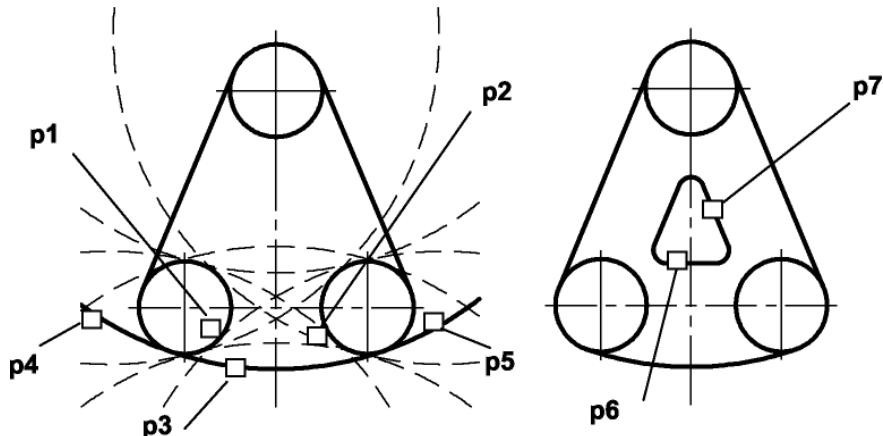

Рис. 2.2. - Построение окружности касательной к двум окружностям и двум прямым
2. Указать графическим курсором произвольную точку (точка **p1**) на первой заданной окружности, с которой должна касаться искомая окружность (рис. 2.2а);
3. Указать графическим курсором произвольную точку (точка **p2**) на второй заданной окружности, с которой должна касаться та же искомая окружность (рис. 2.2а);
5. Выбрать курсором на графической зоне нужную касательную окружность (указать точку **p3**) и щелкнуть по кнопке - Создать объект панели специального управления (рис. 2.2а);
- 3) указать курсором на графической зоне прямые, между которыми строится сопряжение (на рис. 2.2 б это точки p6 и p7);